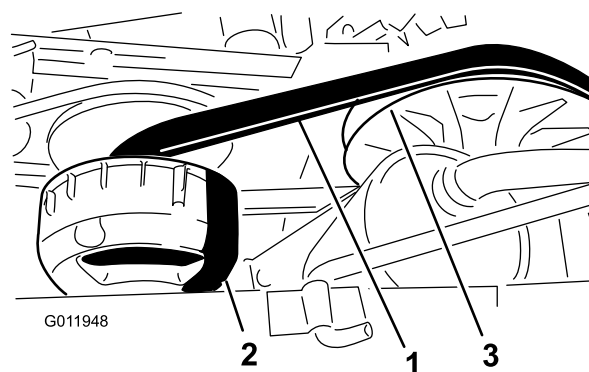

Figura 52
3. Haga girar la correa e inspecciónela (Figura 52) para asegurarse de que no está excesivamente desgastada o dañada.
3. Haga girar la correa y llévela sobre el embrague secundario (Figura 52).
4. Retire la correa del embrague primario (Figura 52).
5. Coloque la correa nueva sobre el embrague primario (Figura 52).
6. Haga girar la correa y llévela sobre el embrague secundario (Figura 52).